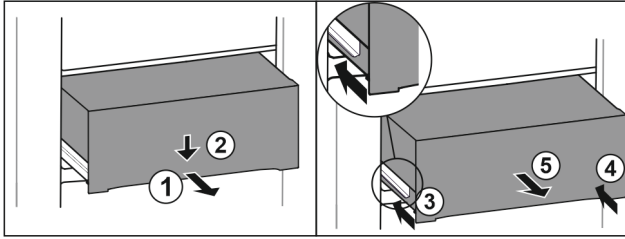

Fig. 118
- ▶ Вытяните выдвижной ящик наполовину. Fig. 118 (1)
- ▶ Вдавите выдвижной ящик в передней части вниз. Fig. 118 (2)
- ▶ Задвиньте левую направляющую прим. на 2 см. Fig. 118 (3)
- ▶ Задвиньте правую направляющую прим. на 2 см. Fig. 118 (4)
- ▶ Извлеките выдвижной ящик движением вперед. Fig. 118 (5)